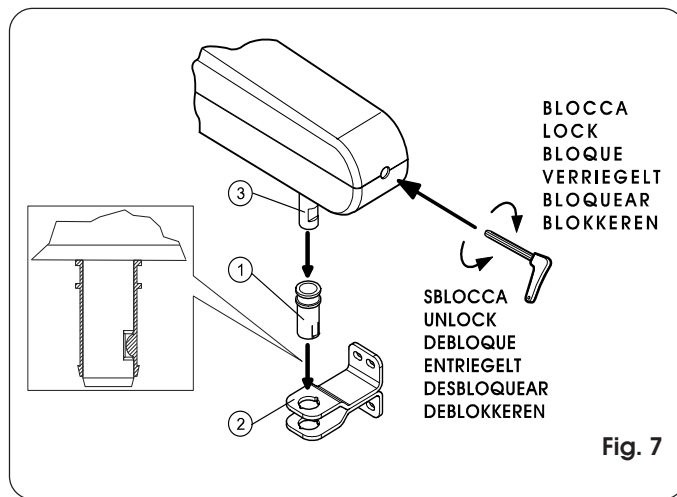

Fig. 7
- Controleren of de spil (Fig. 7 Ref. ③) helemaal in de voorkant van de aandrijving zit; als dit niet zo is, de ontgrendelsleutel (Fig. 7) helemaal naar rechts draaien.
- Draai de ontgrendelsleutel 6-7 slagen met de klok mee, zoals aangegeven op Fig. 7.
De bus (Fig. 7 Ref. ①) in de voorste bevestiging (Fig. 7 Ref. ②) steken. Het stopmechanisme op de bus moet samenvallen met de groef in de spil van de aandrijving. De spil (Fig. 7 Ref. ③) in de bus steken.